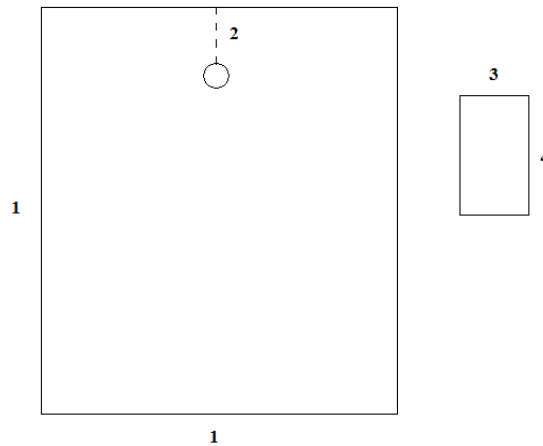

Figure 53 : Patron de l'orthèse poignet-pouce d'immobilisation
- **1** : la longueur allant de la moitié de l'avant bras jusqu'au pli de flexion des MP* des doigts longs (Figure 53) ;
- **2** : la longueur entre la MP* du pouce et la MP* de l'index (Figure 53) ;
- **3** : la circonférence au niveau de la MP* du pouce à laquelle on ajoute 2 à 3 cm afin de permettre le collage (Figure 53) ;
- **4** : la longueur entre l'IP* du pouce et la MP* du pouce à laquelle on ajoute 2 cm afin de permettre le collage entre les deux parties (Figure 53).